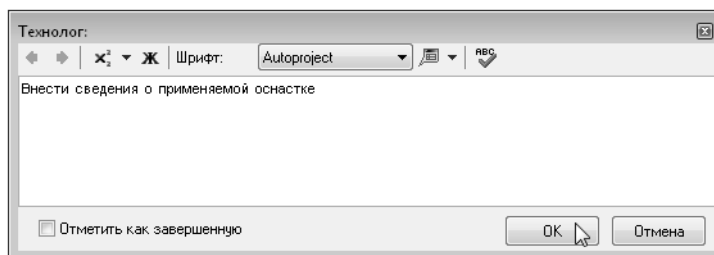

Рис. 10.9.
23. Введите в окне — *Внести сведения о применяемой оснастке* и нажмите кнопку **OK** (рис. 10.9).